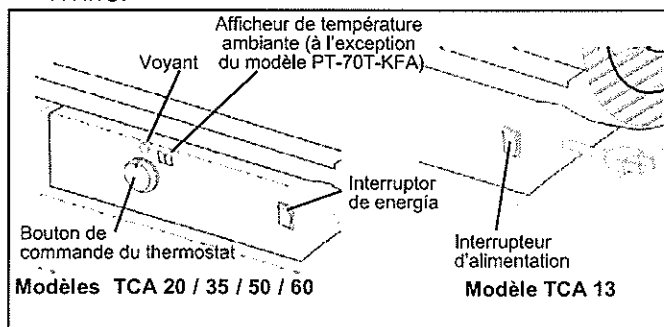

Figure 9. Panneau de commande pour tous les modèles
4. Tourner le bouton de commande du thermostat au réglage de température désiré (20 / 35 / 50 / 60 seulement). La plage de réglage de température est comprise entre 4,44° C à 43,3°9 (40° F à 110°F). Placer l'interrupteur d'alimentation à la position de marche (ON) (voir figure 9).